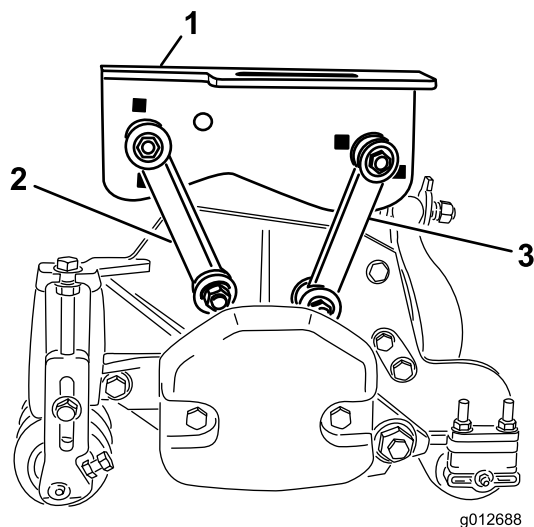

Bild 17
- Befestigen Sie die vorderen Befestigungslenker mit einer Schraube (3/8" x 2-1/4"), zwei Flachscheiben und einer Sicherungsmutter in den Löchern im mittleren Trägerrahmen, wie in Bild 17 abgebildet. Bringen Sie an jeder Seite der Verbindung bei der Montage eine Scheibe an. Ziehen Sie die Befestigungen auf 42 N-m an.
- Befestigen Sie die hinteren Befestigungslenker mit einer Schraube (3/8" x 2-1/4"), zwei Flachscheiben und einer Sicherungsmutter in den Löchern im mittleren Trägerrahmen, wie in Bild 17 abgebildet. Bringen Sie an jeder Seite der Verbindung bei der Montage eine Scheibe an. Ziehen Sie die Befestigungen auf 42 N-m an.